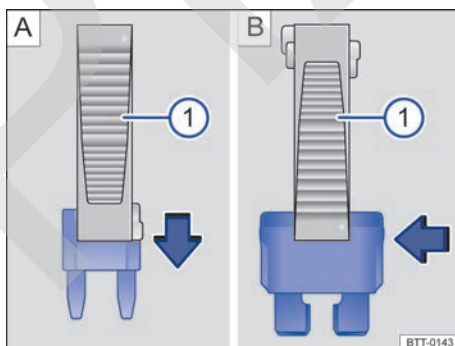

Fig. 161 Quitar o instalar un fusible con la garra de la pinza de plástico .
- De ser necesario, retirar la pinza de plástico → fig. 161 ① de la cubierta de la caja de fusibles.
- En caso de *fusibles pequeños*, encajar la garra ① por encima → fig. 161 A.
- En caso de *fusibles mayores*, empujar la garra ① lateralmente sobre el fusible → fig. 161 B.
- Si el fusible está quemado, sustituir el fusible por uno nuevo de la *misma* intensidad de corriente (mismo color e inscripción) y del *mismo* tamaño → ①.